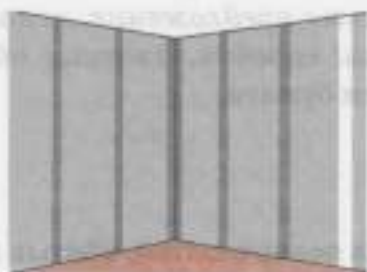

Рис. 12. Оклейка стыков листов сухой штукатурки
После этого необходимо зашпатлевать все стыки листов. Швы (рис. 12) заклеить полосками бумаги в два – три слоя.
4. По рис. 12 объясните принцип действия приспособления для отметки верхней границы обоев.